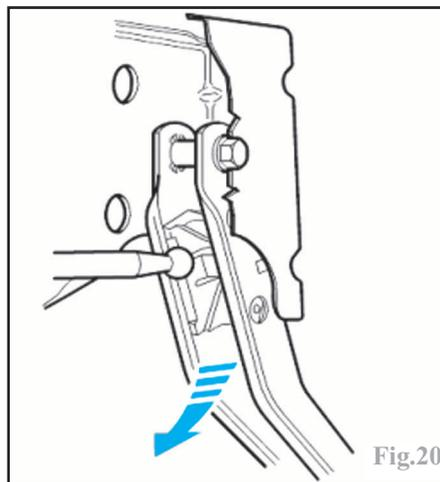

Fig.20
-placer la rotule de la tige de poussée du servofrein devant le guide de la pédale, puis pousser celle-ci pour l'encliqueter sur la rotule (Fig.20).